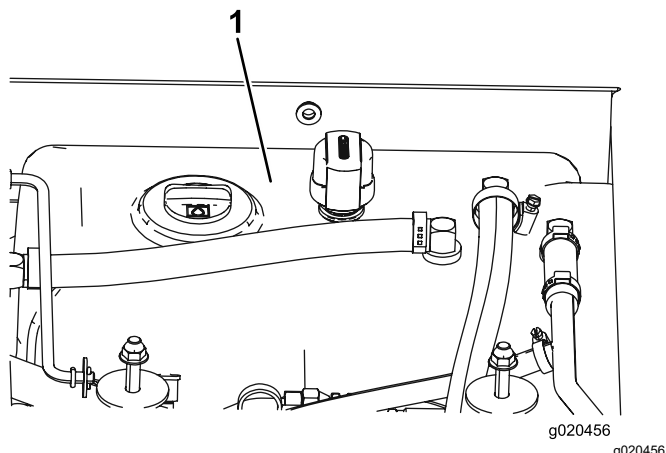

Figura 79
4. Llene el depósito (Figura 79) con fluido hidráulico; consulte Especificación del fluido hidráulico (página 67).